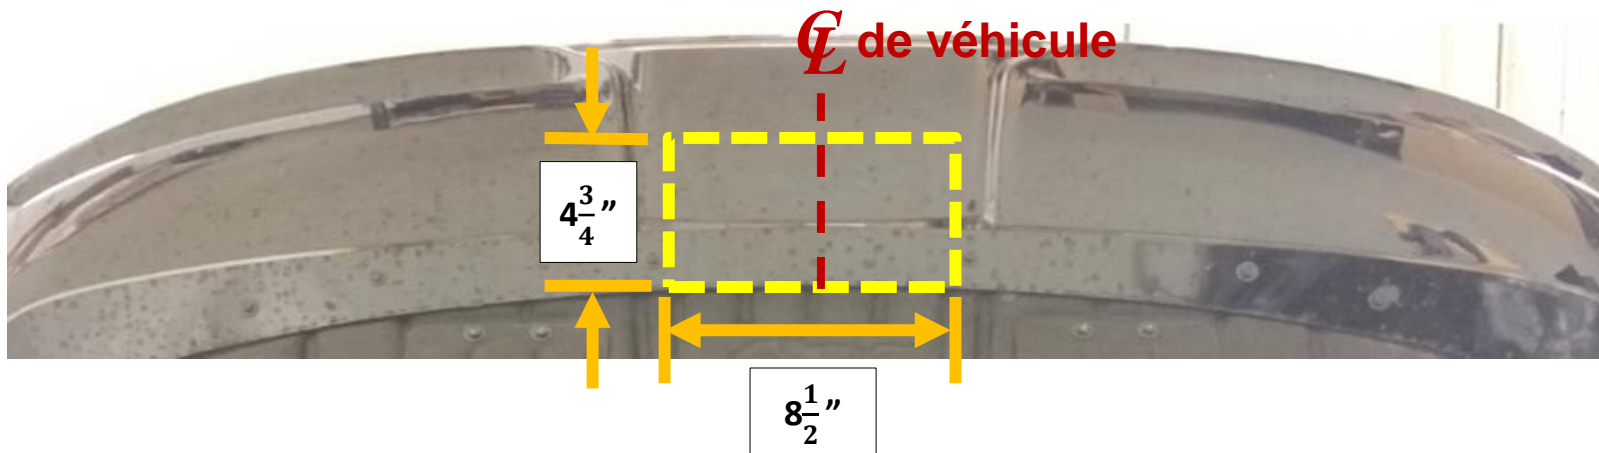

Figure 3
1. Retirez le couvercle inférieur - À l'aide d'une douille de 10 mm et d'un tournevis à tête plate, retirez respectivement (16) boulons et (4) rivets du couvercle inférieur. Retirez le couvercle et conservez-le pour la réinstallation.
3. Couper le fascia inférieur - À l'aide d'un ruban à mesurer, d'un marqueur et d'un couteau utilitaire, mesurez, marquez et coupez le fascia inférieur comme illustré à la figure 3.